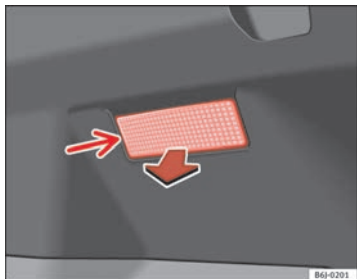

Abb. 157 Gepäckraumbeleuchtung
- Das Lampenglas der Glühlampe durch Druck mit einem Schraubendreher auf dessen Unterkante -Pfeil- abnehmen ⇒ Abb. 157.